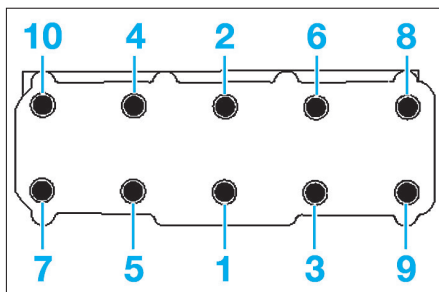

FIG. 161
- Serrer au couple prescrit et dans l'ordre indiqué (Fig.161).